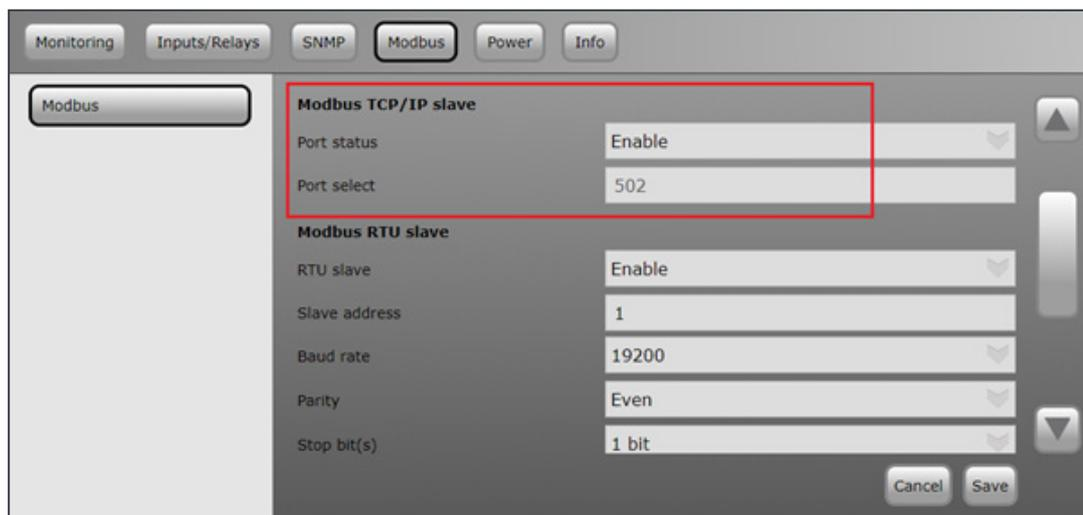

Fig 4: Configuración de Modbus en T2S ETH
4. Verifique que los parámetros de **Modbus TCP** coincidan con el **T2S-ETH** en la sección Modbus. (Fig 4)